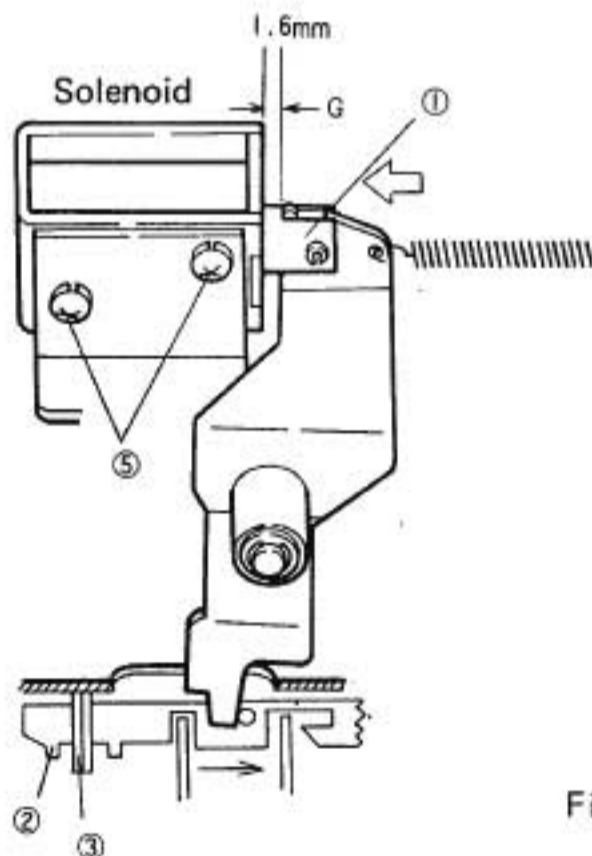

Fig. 18
9.5 SOLENOID OPERATION (Fig. 18)